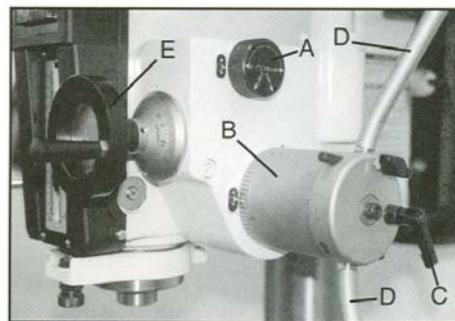

Рис. 13
Для просверливания нескольких отверстий одной заранее заданной глубины используйте ограничитель глубины (C, Рис.13).
Ослабьте рукоятку (C, Рис.13) поверните шкалу (B, Рис.13) на необходимую величину глубины сверления и снова затяните рукоятку.
Точное перемещение пиноли шпинделя можно осуществлять поворотом рукоятки (E, Рис.13), при этом рукоятки (D, Рис.13) должны быть в отогнутом положении.
При ручном перемещении пиноли переключатель (A, Рис.13) должен находиться в нейтральном положении (автоподача «0»).
Выберите необходимую величину оборотной подачи переключателем (A, Рис.13).
Включите подачу, отогнув рукоятки подачи (D, Рис.13).
Если автоматическая подача не используется, отключите блок поворотом рукоятки (A, Рис.13).
- Винт перемещения ось X (C, Рис. 13)